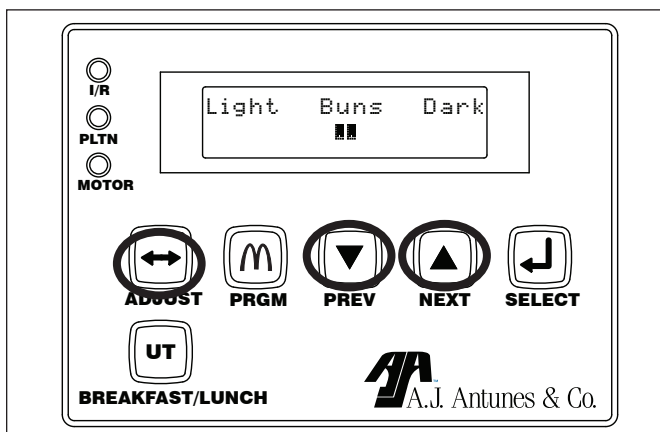

Figure 7. Réglage de la qualité du grillage
16. Une fois à l'extérieur du mode Programme, appuyer sur la touche **ADJUST** (ajuster) (figure 7).
17. Utiliser les touches **PREV** (précédent) et **NEXT** (suivant) pour ramener l'indicateur de la qualité du grillage au centre de la plage (figure 7).
REMARQUE : Deux barres s'allumeront lorsque le réglage est au centre (figure 7).